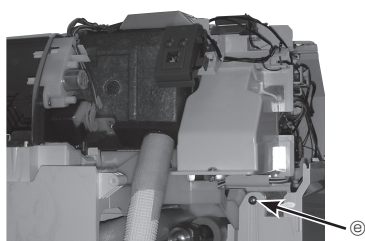

Fig. 6-7
9. Extraiga el tornillo de la caja eléctrica. (Fig. 6-7)